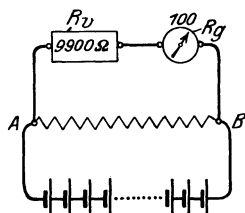

Abb. 9.
66. Einem 100 ohmigen Galvanometer sind 9900 [8900] (4900) Ω vorgeschaltet (Abb. 9). Welche Spannung herrscht zwischen den Punkten A und B , wenn das Galvanometer 110 [125] (145) Skalenteile Ausschlag anzeigt?
69. Die Spannung zwischen A und B (Abb. 9) beträgt schätzungsweise 25 [40] (150) V . Welcher Widerstand muß dem 100Ω Galvanometer vorgeschaltet werden, damit dann 150 Grad Ausschlag entstehen, und wie groß ist die Spannung in Wirklichkeit, wenn das Galvanometer nur 149 Grad anzeigt?